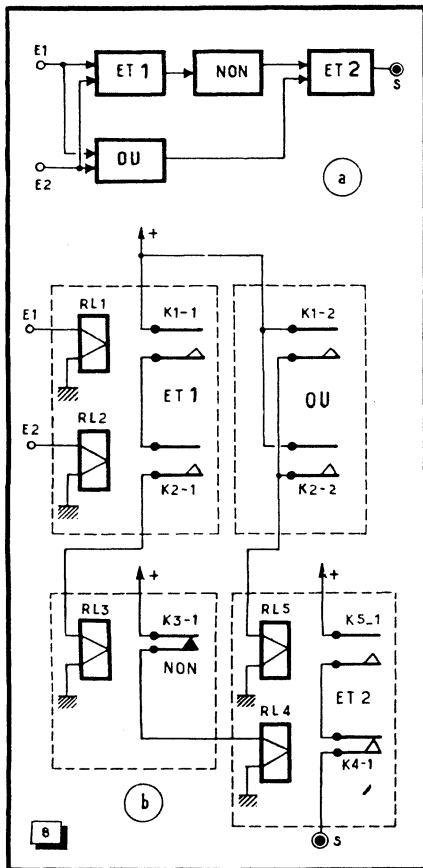

Fig. 8. — Principe et schéma de l'installation automatique pour la surveillance de deux réactions chimiques simultanées.
Supposons que l'on dispose de deux capteurs appropriés quelconques, qui surveillent, chacun, le déroulement de la réaction correspondante et envoient continuellement des signaux en conséquence. En observant ces signaux, un opérateur peut, si l'un d'eux disparaît, déclencher un dispositif arrêtant les deux réactions. Mais la même opération peut être effectuée sans aucune intervention humaine, en faisant appel aux éléments logiques, suivant le schéma fonctionnel de la figure 8 a.
La figure 8 b montre la réalisation d'un tel dispositif automatique, équipé de relais électromagnétiques. Comme les entrées des cellules ET₁ et OU sont connectées en parallèle dans ce schéma, on peut adopter deux relais, RL₁ et RL₂, avec, chacun, deux groupes de contacts (au lieu de quatre relais avec, chacun, une paire de contacts).
Un dispositif analogue à celui de la figure 8 est souvent appelé système à anti-coïncidence, soulignant le fait que le signal à la sortie ne peut exister que si les signaux à l'entrée n'arrivent pas simultanément.
Lorsque le potentiomètre R_{24} se trouve en d, le potentiomètre R_{21} demeurant en a, nous obtenons les deux courbes de la figure 8 : courbe 1 pour $C_{18} = 47$ pF et courbe 2 pour $C_{18} = 470$ pF. La courbe « normale » (3), correspondant à $C_{18} = 100$ pF, sert en quelque sorte de référence. On remarquera, sur la courbe 2, la coupure brutale entre 100 et 150 Hz, l'atténuation y atteignant plus de 20 dB.